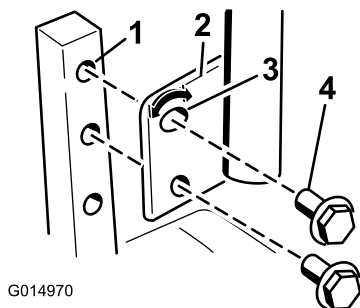

Figure 26
1. Retirez les 2 boulons qui fixent le levier de commande à l'arbre du bras de commande (Figure 26).
2. Placez le levier de commande dans les trous suivants. Fixez le levier avec les 2 boulons (Figure 26).
ou en arrière (Figure 26). Serrez les deux boulons pour fixer la commande à sa nouvelle position.